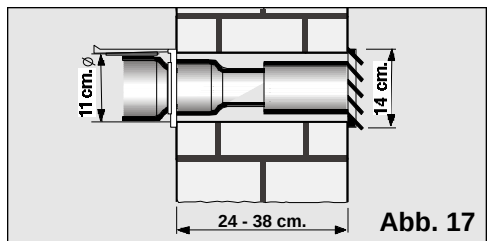

Abb. 17
- ☐ Zur Vorbereitung der Installation muss ein entsprechendes Loch gebohrt werden, **Abb. 17**